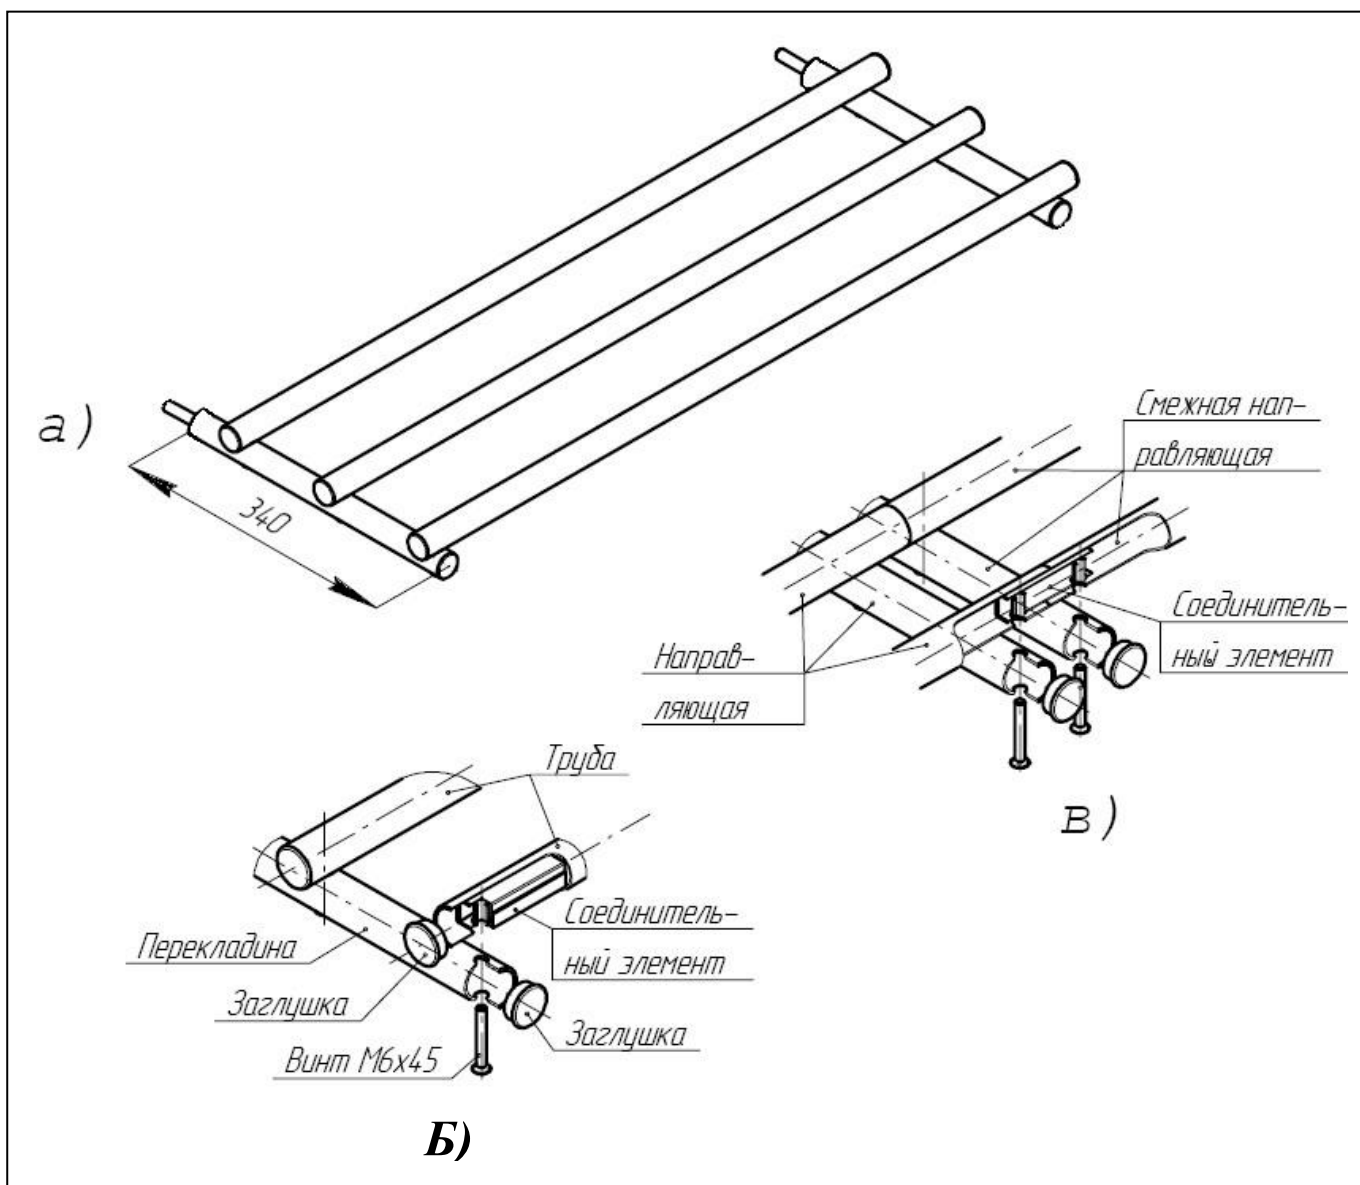

Рис. 2. Направляющая для подносов
После сборки в ЛР обеспечивается жесткое соединение соседних направляющих с минимальным отклонением труб от их соосности, что придаёт всей линии исключительную устойчивость к случайному смещению и опрокидыванию. На рис. 2 приведена схема сборки направляющей.
– каждую из труб последовательно приложите к поперечинам так, чтобы их монтажные отверстия совпали и трубы были параллельны столешнице изделия; вставьте снизу винты М6х45 в отверстия поперечин и вверните их в резьбовые отверстия соединительных элементов (рис. 2б и 2в). Соединительные элементы нужно предварительно вставить в трубы резьбовыми отверстиями вниз (расположение соединителей внутри труб зависит от наличия/отсутствия смежного изделия из ЛР) после извлечения торцевых заглушек.